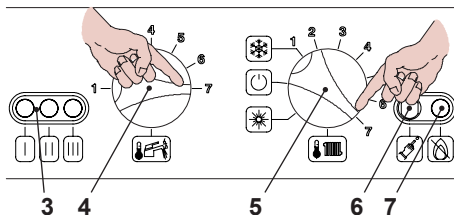

Figura 7.1
- Ruotare il selettore di funzione 5 come in Figura 7.1.
- Ruotare la manopola di temperatura sanitari 4 al massimo Figura 7.1.